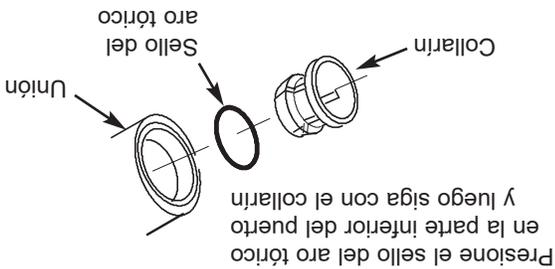

FIG. 29 Cambie el collarín y el aro tórico
1. Retire el collarín y el aro tórico de la unión con un destornillador pequeño. No raspe las paredes internas del puerto del collarín. Vea las Figs. 29 y 30.
2. Limpie el puerto del collarín, lubríquelo con un producto a base de sílica e inserte el sello del aro tórico en la base del puerto. Vea las Figs. 29 y 30.
3. Empuje el collarín hacia adentro hasta que quede fijo en su lugar. Vea las Figs. 29 y 30.